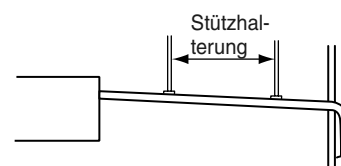

Abb. 3-53
- Beim Anbringen des Ablaufrohrs an der Einheitsseite nicht mit Gewalt vorgehen. Ebenso darf das Rohr nicht ohne Abstützung von der Anschlussstelle an der Einheit herabhängen. Das Rohr daher an einer Wand, einem Rahmen oder einer anderen Stelle so nah wie möglich zum Gerät befestigen. (Abb. 3-53)